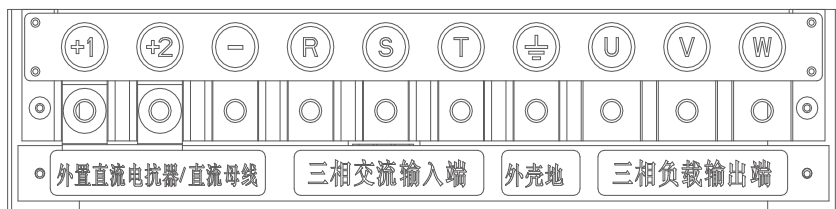

图5-2-5 主回路端子NVF3G-110QZ~NVF3G-132QZ
e) 三相380V系列(NVF3G-110QZ~NVF3G-132QZ)如图5-2-5